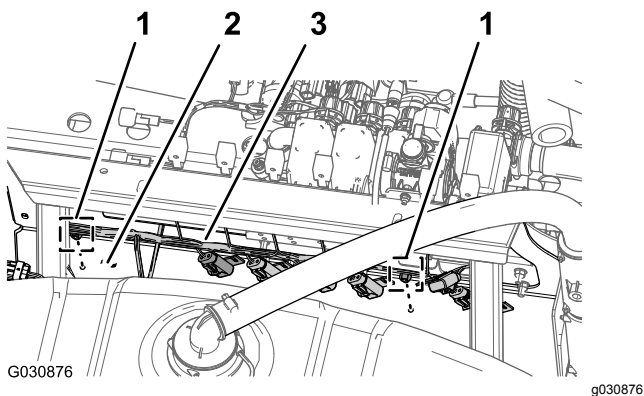

Figura 56
3. Rimuovete il fermo a pressione che fissa il cablaggio preassemblato posteriore ai fori sul lato anteriore del supporto del collettore (Figura 56).